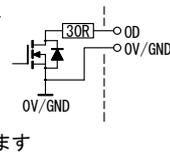

図4: MONO MODE SW接続例1 (4ボタン+OFF/SIM)
- S/B-SEL*端子は入出力兼用です。通常はパルス信号またはモーメンタリーSWなどで制御します。MONOモード時二つ以上のS/B-SEL*を同時にONした場合(同時選択操作ではない時)リモート側ランプ(図4参照)も複数同時点灯します。この時実際の選択状態が同時ONになることはありません。後入力優先の択一で選択状態は本体SEL LEDに表示されます。STモードでは図3のように接続してSW入力とタリ一出力を分けることでREMOTE側同時点灯を避けることができます。